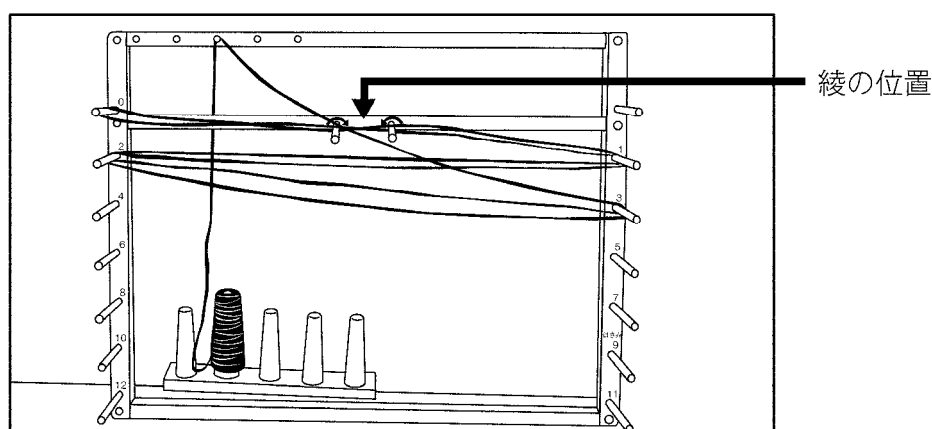

図19 整経
- (4) 必要本数の確認は、必ず図19の整経のスタート位置: 3 (3 mの長さの表示の位置)の棒に糸が戻ったとき数回糸を3の棒に巻きつけ、整経を一旦中断して、整経した本数を数え加算しながら必要本数になるまで続けます。
- (5) 数の苦手な利用者は、数の確認を支援し、メモに本数を記入します。次に整経をしてできた本数を数え、加算します。数字の記憶や計算にメモ用紙を利用します。整経の本数が多すぎたときは、そのまま織った布の厚みが厚くなると考えて、解くことはできるだけ止めます。
- (6) 必要本数を整経したら、糸の状態を織り始めるまで伸ばしたり、攪れたりしないように、指定個所を結びます。